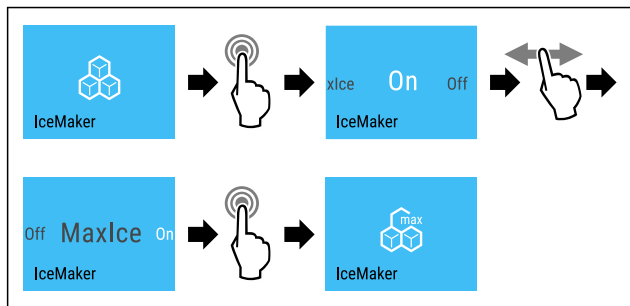

Fig. 21
- ▶ Suivre les étapes (voir Fig. 21).